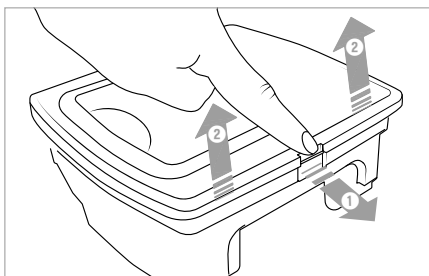

Fig. 9
- 2) Appuyez sur la touche de déverrouillage sur le couvercle du bac à poussière **14** et ouvrez-le en le relevant (voir fig. 9).